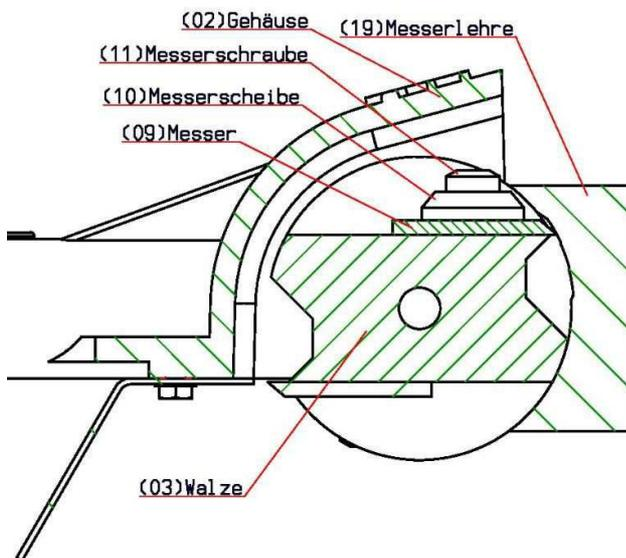
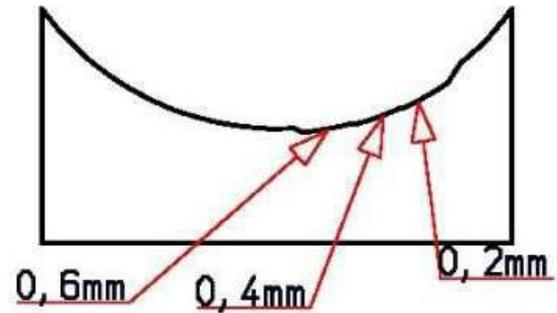

Abbildung 20
Abbildung 21
- Zunächst wird die Messerschraube (11) gelöst und das Messer (09) nach ganz hinten geschoben.
- Die Messerlehre (19) wird auf die Walze (03) aufgelegt, so dass diese auf den beiden Auflageflächen der Walze (03) oben und unten aufliegt (s. Abb. 20).
- Das Messer (09) kann nun bis zur gewünschten Einstellhöhe (0,2mm; 0,4mm; 0,6mm) rangeschoben werden (s. Abb. 20 und Abb. 21).
- Anschließend wird das Messer (09) in dieser Position festgezogen. (Alle 4 Messer werden auf gleiche Weise eingestellt).